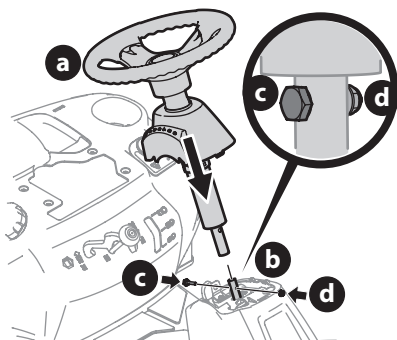

Figura 4
- Baje el conjunto del volante (a) sobre el eje inferior de la dirección (b) y sujételo con el tornillo con reborde (c) y la tuerca de seguridad (d) que extrajo previamente (Figura 4).